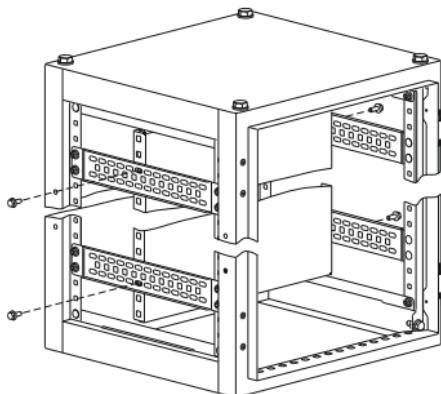

Рисунок 18
13.3 Установите панель монтажную между рейками боковыми и закрепите болтами M6×16 (рисунок 18). Момент затяжки 5 Н·м.